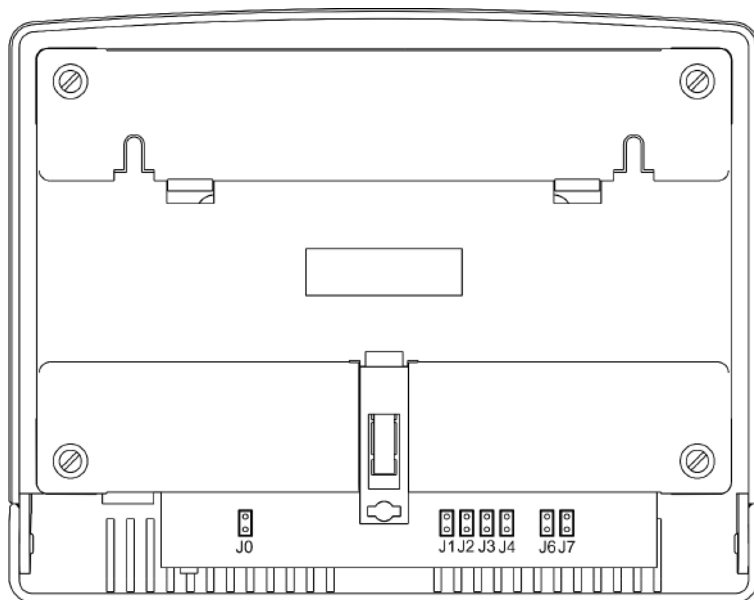

Рисунок 2 — Общий вид изделия снизу
Настройка логики работы изделия осуществляется путем установки джамперов на соответствующие разъемы J0-J4, J6, J7 (см. рисунок 2). Описание работы изделия в зависимости от установок джамперов приведено в таблице 2.
- установить джамперы J0, J7 (см. рисунок 2);